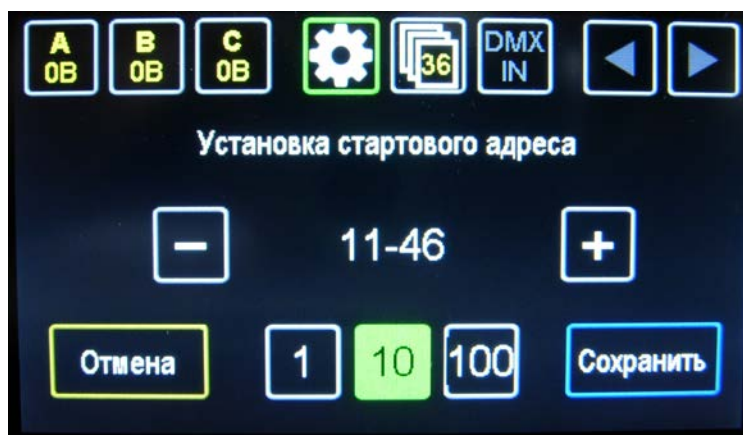

Рисунок 8: Выбор изменяемого разряда значения
– Задать значение стартового адреса, которое должно входить в диапазон от «1» до «476». Для увеличения значения нажать на кнопку , для уменьшения – . Для выбора изменяемого разряда значения: единицы, десятки или сотни нажать на кнопку ,  или  соответственно, при этом кнопка будет выделена зелёной заливкой (Рисунок 8);